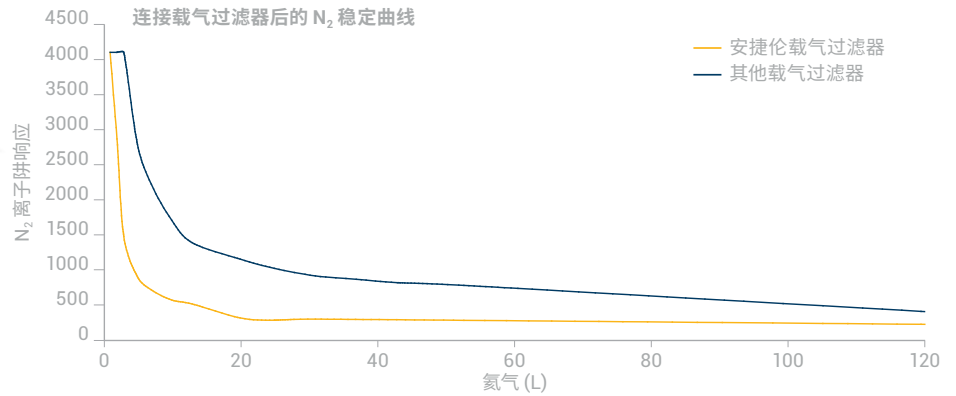

图 1. 更换过滤器后，GC/MS 的快速稳定（通过质谱测量 N₂ 的质量数）
- **载气过滤器** — 更快速的稳定，有助于减少气体消耗量（见图 1）